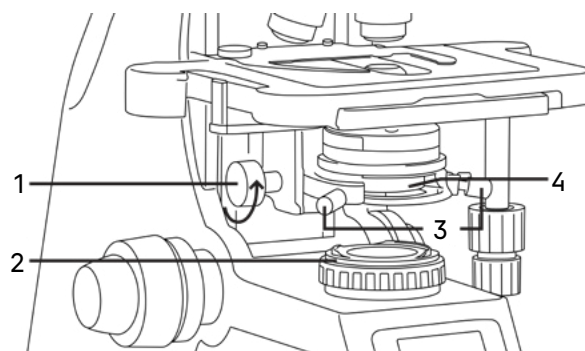

Рис. 12. Центрировка конденсора
- Наблюдая в окуляры, прикройте полевую и апертурную диафрагму, так чтобы была освещена только центральная часть поля зрения – рис. 12а.
- Раскройте полевую диафрагму 2 немного больше, чем размер поля зрения – рис. 12с. Может потребоваться дополнительная центрировка.